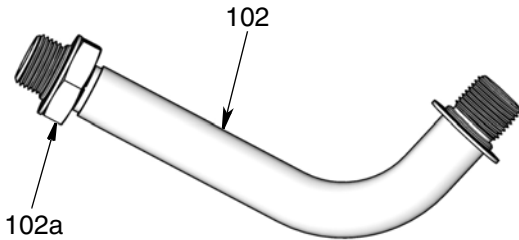

FIG. 4
4. Instale a extensão (102) ao medidor:
- a. Solte a porca da extensão (102a) (FIG. 4) até que saia totalmente das roscas do tubo.